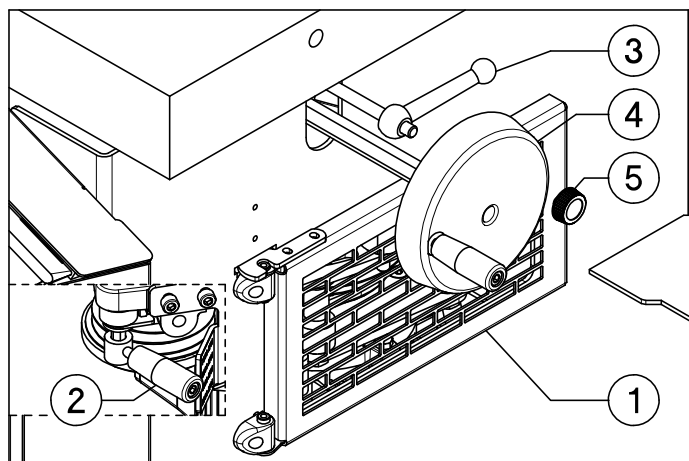

Fig 19.2
Plaats de bijgeleverde inbussleutel (1) op de topas en blokkeer de vergrendeling (fig 19.2). Draai de topas met de hand tot de grendel in de topas grijpt.
HOOGTEINSTELLING TOPAS (FIG 19.2)